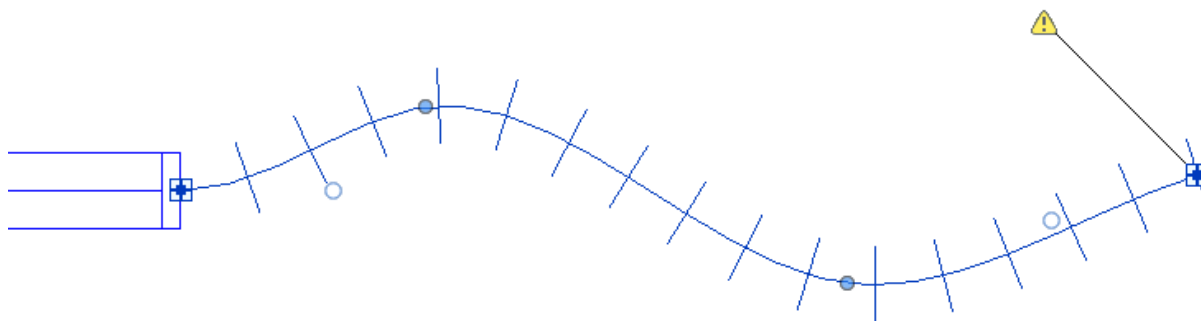

Рисунок 4.24
- Выберите сегмент гибкого воздуховода на виде в плане (рис. 4.24).